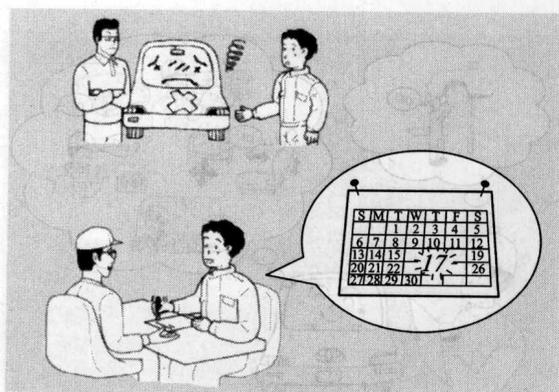

图 1-5 有计划、有准备地开展工作
(1) 正确地使用工具和其他设备(汽车举升器、千斤顶、研磨机等)。
(2) 小心着火, 工作时切勿抽烟。
(3) 切勿搬运太重的物件。
5. 工作有计划、准备充分(图 1-5)